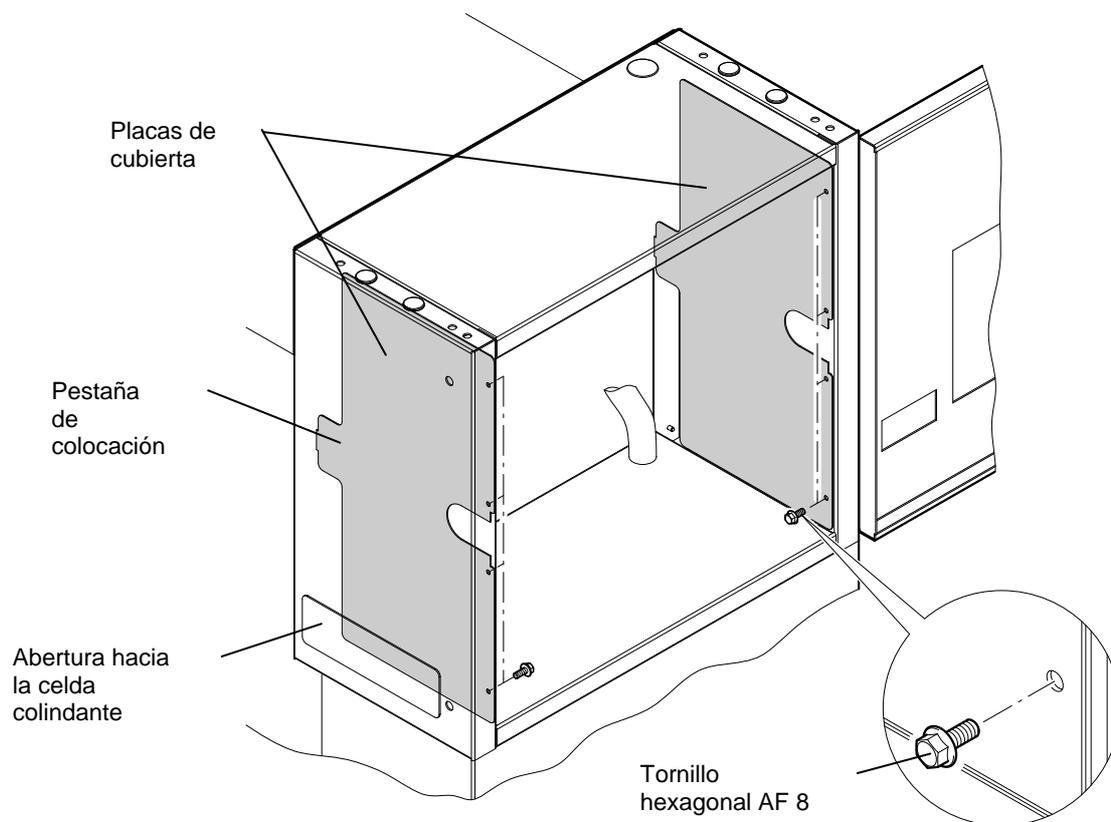

Figura 4.12
La línea de alimentación desde una celda colindante a la izquierda o a la derecha (cable de bucle) se tiende a través de las aberturas de la placa lateral de la envolvente correspondiente en el cajón de control (véase la figura 4.12).
3. Quitar los 4 tornillos hexagonales (AF 8) de la placa de cubierta lateral izquierda o derecha del interior del cajón de control (véase la figura 4.12).